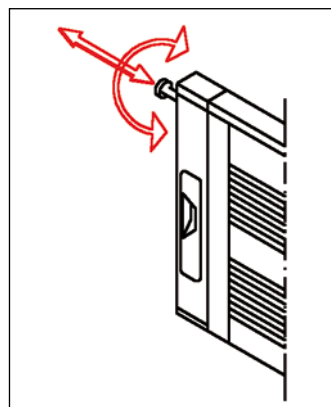

Abb. 5 Verschluss der Bordwände
- Das Spiel der Verschlusseinrichtungen regelmäßig einstellen. Sollte der Verschlusshebel zu hartgängig oder zu weich sein, ist mit einer 6er Sechskantsteckschlüssel einzugreifen, um die Länge des Verschlussbolzens zu regeln (Abb. 5).